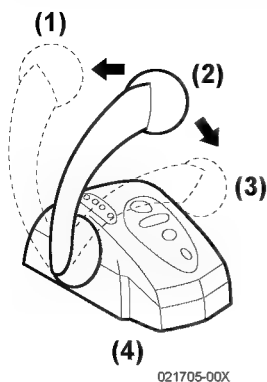

Figure 15
Utilisez la commande de réglage du simple levier (**Figure 15, (4)**) dans la station de la barre du gouvernail pour AHEAD (**Figure 15, (1)**), ASTERN (**Figure 15, (3)**), NEUTRAL (**Figure 15, (2)**) et le contrôle de la vitesse dans une seule installation.